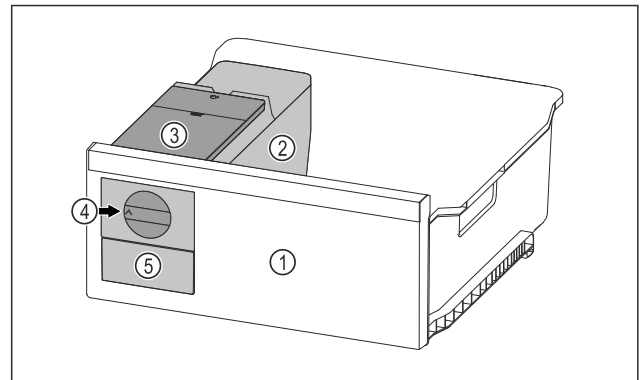

Fig. 66 Примерно изображение
- ▶ Завъртете въртящото се копче Fig. 66 (4) по часовниковата стрелка до упор.
- ▷ Ледените кубчета падат от формата за ледени кубчета в чекмеджетo за ледени кубчета Fig. 66 (5).